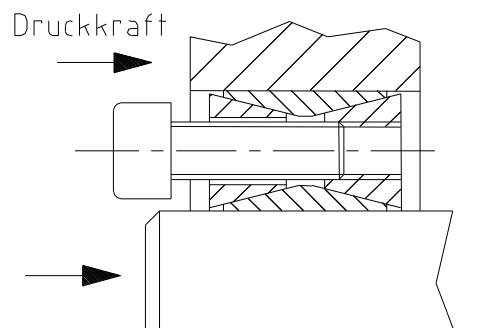

Bild 3: Lösen des vorderen Druckringes
- Klemmt der vordere Druckring, wird durch Druck oder leichte Schläge auf Welle und Nabe ein Lockern erreicht (siehe Bild 3).